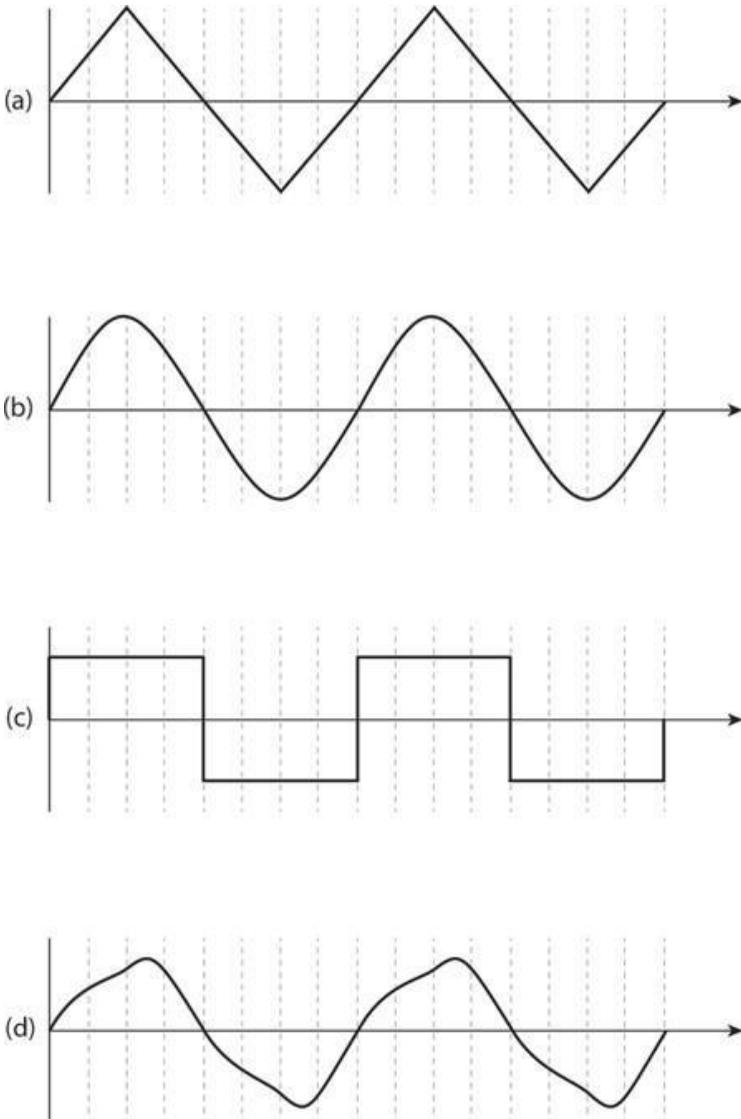

Рисунок 4.25
4.5 Какая из форм волны на рис. 4.25 является чистой синусоидой?